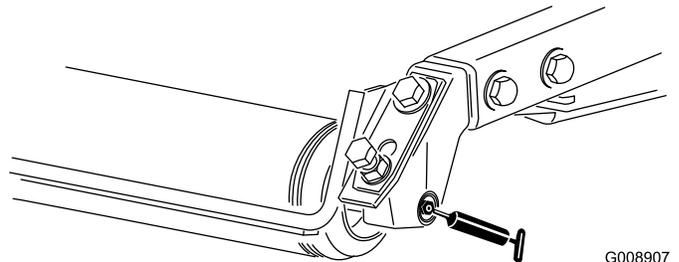

Figure 41
- Roulements à rouleaux arrière (2 par plateau de coupe) (Figure 41)